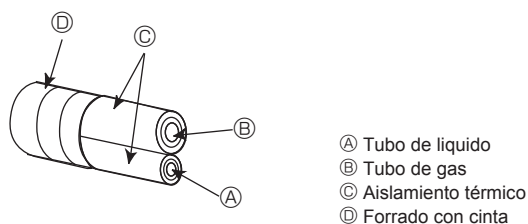
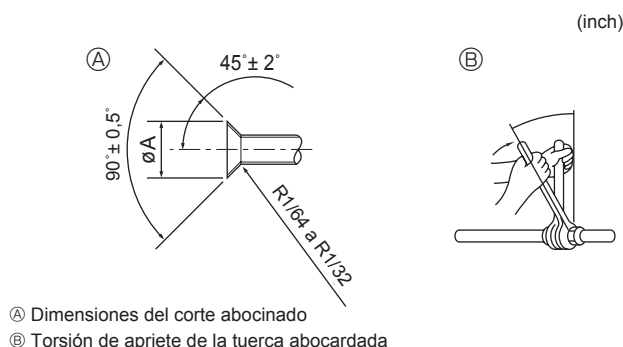

Fig. 4-1
Fig. 4-2
Ⓐ (Fig. 4-1)
Ⓑ (Fig. 4-1)
4.2. Tubos de conexión (Fig. 4-1) (Fig. 4-2)
Si se utilizan tubos de cobre convencionales, aisle los tubos de gas y líquido separadamente con materiales aislantes (resistente al calor hasta 100 °C, 212 °F o más, espesor de 12 mm 1/2 inch o más). (Fig. 4-1)
[Fig. 4-2]